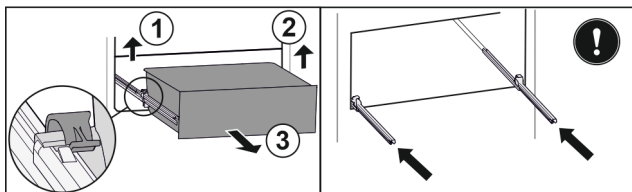

Fig. 142
- Dvignite levo spojko in hkrati povlecite predal levo naprej. Fig. 142 (1)
- Dvignite desno spojko in hkrati povlecite predal desno naprej. Fig. 142 (2)
- Predal vzemite ven v smeri naprej. Fig. 142 (3)